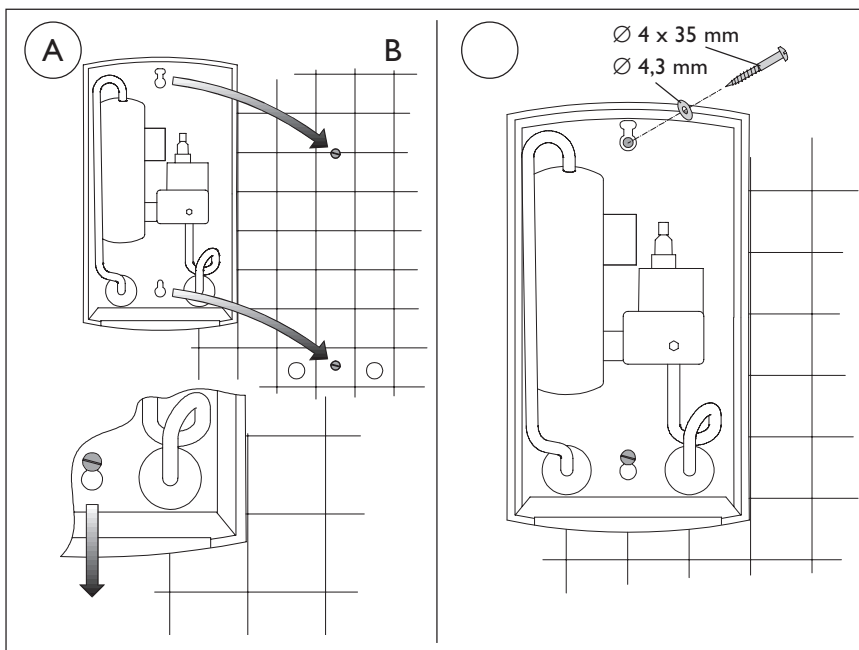
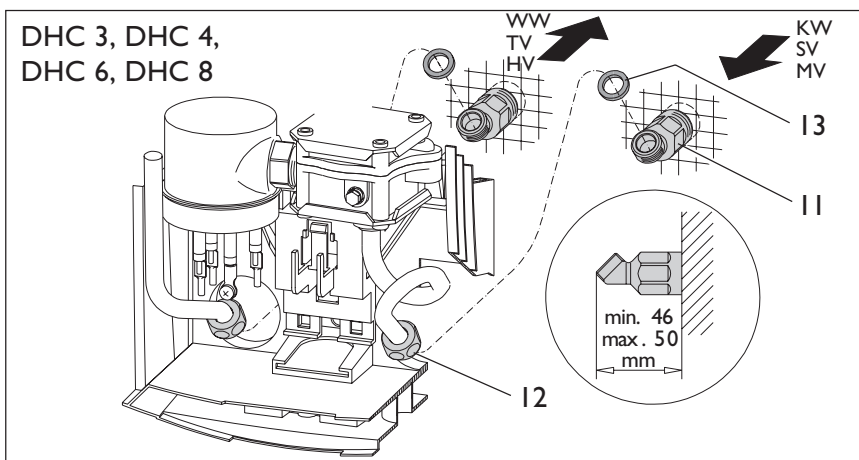

Рис. 9
Рис. 12
2. Установить детали для подключения водопровода в соответствии с рис. 12 или 13.
**Указание:** При замене старого прибора типа ДНС (старые отверстия могут использоваться) дополнительно ввинтить верхние винты и использовать прилагаемые шайбы (рис. 9 В).
5. При подштукатурном монтаже выполнить указания к рис. 12. Прибор насадить на винты и зафиксировать (рис. 9, А).
## Подштукатурный монтаж водопровода (рис. 12)